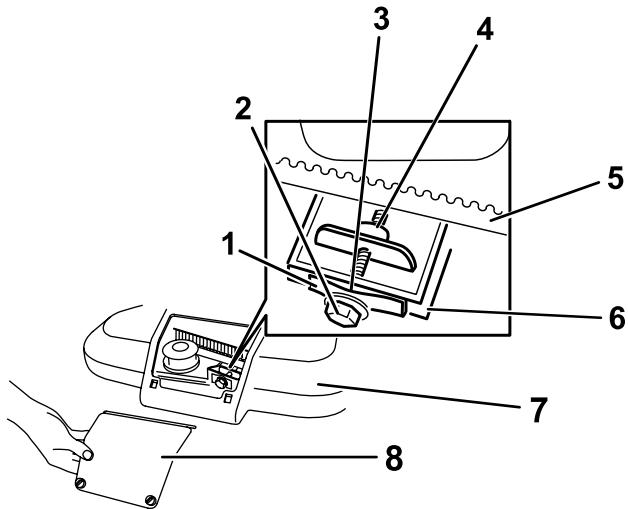

Figura 36
1. Desaperte os dois parafusos um quarto de volta no painel de acesso da cobertura da correia e retire o painel (Figura 36).
**Nota:** Se existir uma folga visível entre o apalpa-folgas e a mola, aperte o parafuso de ajuste e a porca até que o papel mal se desloque livremente dentro e fora da folga (Figura 36).